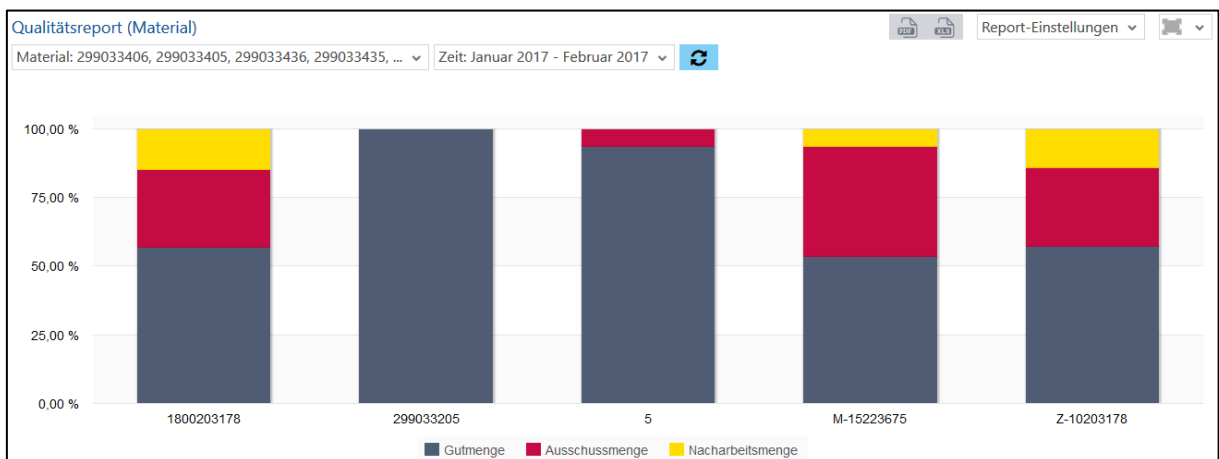

Bild 107: Qualitätsreport (Material) als Säulendiagramm
- Qualitätsreport (Material) als Säulendiagramm (Bild 107):